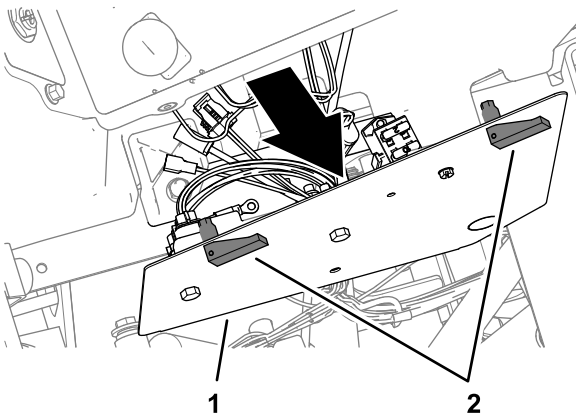

Bild 12
1. Entriegeln Sie die Abdeckung des Armaturenbretts (Bild 12).
2. Bewegen Sie das Armaturenbrett vorsichtig so weit nach innen, dass der Maschinenkabelbaum zugänglich ist (Bild 12).